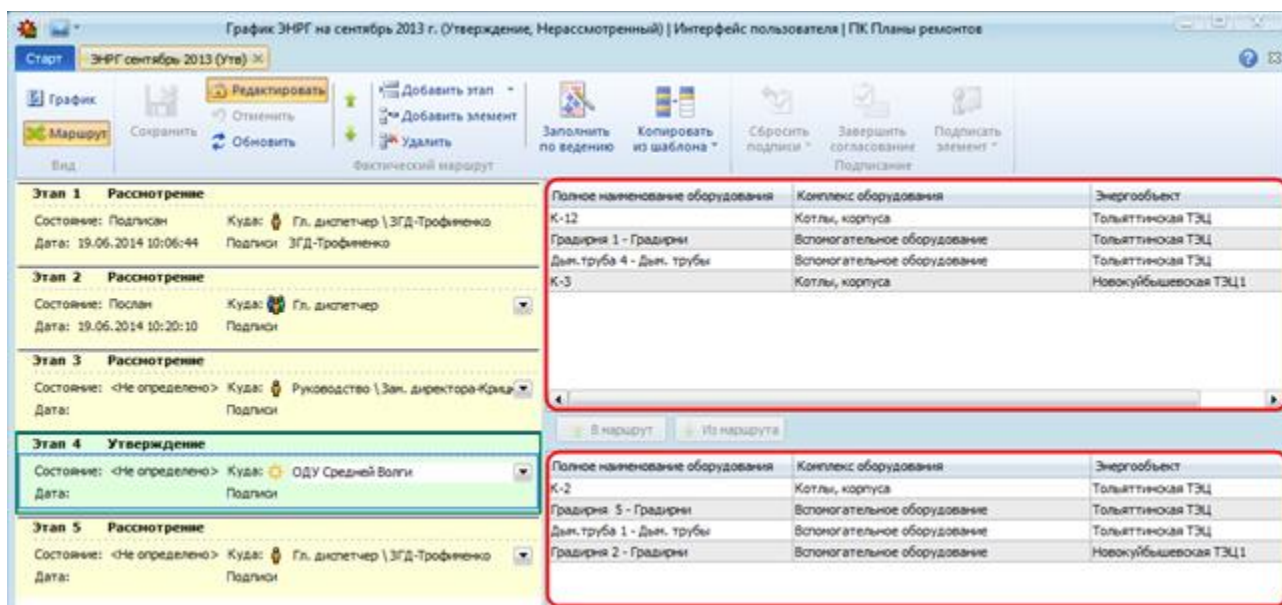

Рисунок 11.4 – Частичное рассмотрение графика
- заявки, находящиеся в верхней таблице, отправляются на внешний выделенный элемент маршрута (Рисунок 11.4). Данный вид области - для внешних этапов «Уведомление» / «Согласование» / «Утверждение».